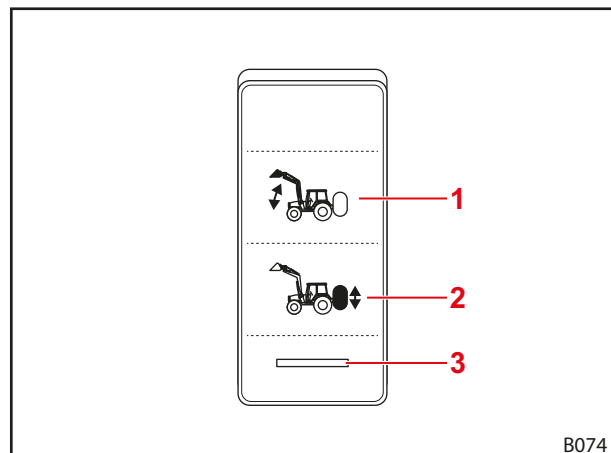

Fig. 73 Comutator pentru sistemul hidraulic Comfort
**i** În cazul deplasărilor pe drumurile publice și dacă nu este necesar încărcătorul frontal, comutați întrerupătorul în poziția „Funcție originală activă“ (vezi Fig. 73) pentru a împiedica o acționare accidentală a încărcătorului frontal!